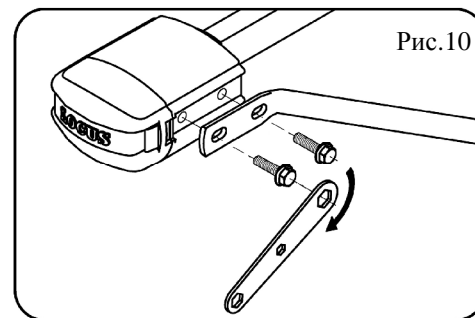

Рис.10
5.12. Поочередно присоединить вибраторы метрового диапазона к большой монтажной коробке (рис.10).